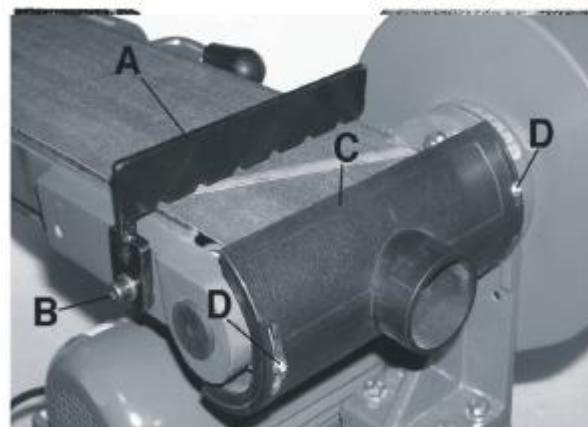

Рис. 17
3. Снять задний упор (A), рис. 17, отвернув винт (B) и сняв затем лоток (C) отвода опилок, отвернув два винта (D).